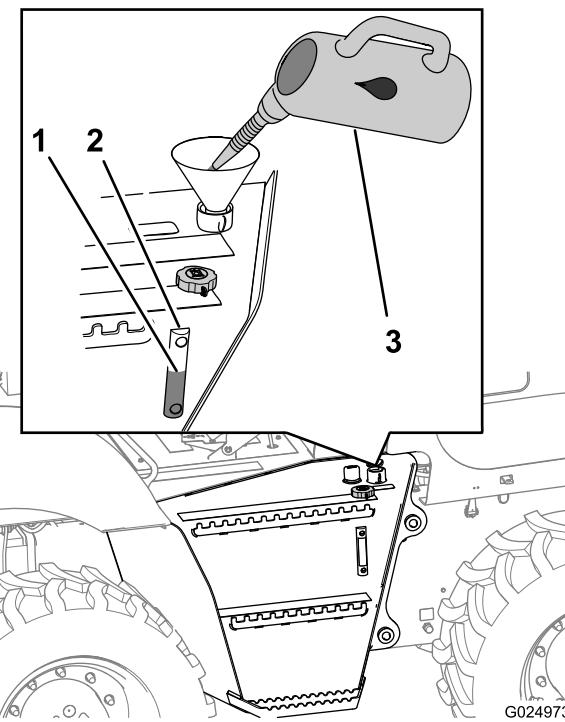

Рисунок 109
- Заполните бак гидросистемы гидравлической жидкостью указанного типа так, чтобы ее уровень находился посередине визуального указателя (Рисунок 109).
- Установите крышку заливной горловины на место (Рисунок 109).